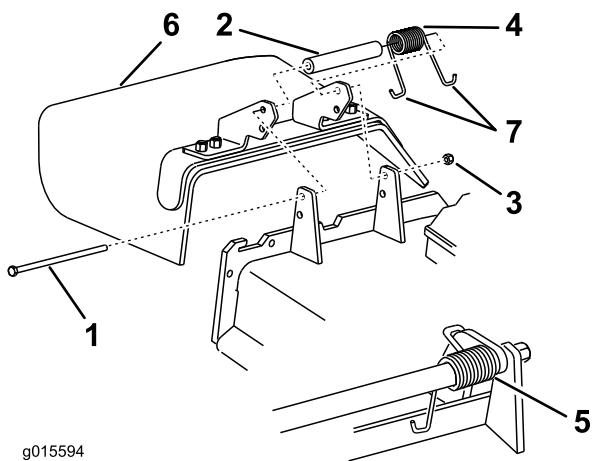

Figura 100
- Retire la contratuerca, el perno, el muelle y el espaciador que sujetan el deflector a los soportes de pivote (Figura 100). Retire el deflector de hierba dañado o desgastado.
Nota: Asegúrese de colocar un extremo en **J** del muelle detrás del reborde de la carcasa antes de instalar el perno, según se muestra en Figura 100.
- Instale el perno y la tuerca. Coloque un extremo en **J** del muelle alrededor del deflector de hierba (Figura 100).